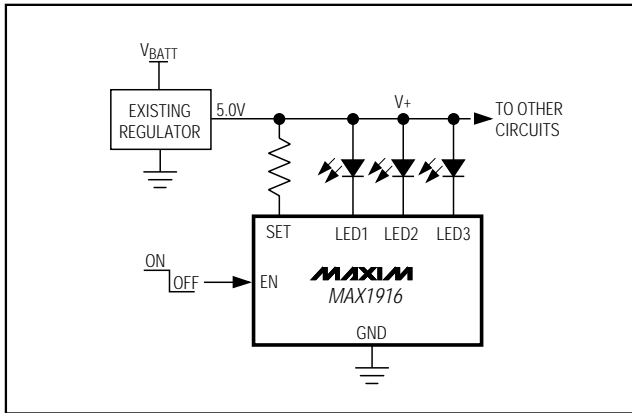

図4. 既存の5V電源電圧回路
- 3) 既存の5V電源電圧回路(図4)：必要なLED電圧を供給し、他の回路に電源を供給するには、MAX684などの既存システムレギュレータを使用して下さい。白色LED(3.3V)はフォワード電圧が高いため、LEDがいずれのバッテリー電圧でも安定した輝度を保てるように、3.6V ~ 5.5Vの安定化電源電圧を使用して十分にマージンをもつ電圧ヘッドルームを提供するようにして下さい。既存の安定化電源電圧は $V_{CTRL}$ として使用して下さい。